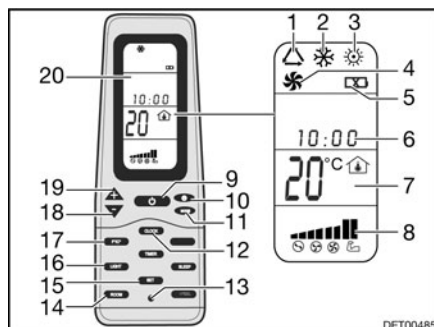

Fig. 128 Mando a distancia
- Pulsar la tecla ON/OFF (Fig. 128,9).
- Pulsar la tecla "Mode" (Fig. 128,11) las veces que sean necesarias hasta que se visualice el modo de funcionamiento deseado (Fig. 128,1, 2, 3 ó 4) en el display (Fig. 128,20).
- Ajustar la temperatura deseada con las teclas "+" (Fig. 128,19) y "-" (Fig. 128,18).
- Seleccionar la etapa deseada del ventilador con la tecla Velocidad del ventilador (Fig. 128,10).